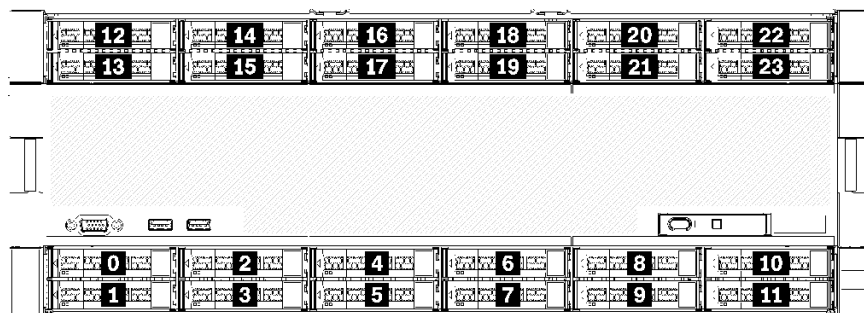

図5. ドライブ・ベイの位置
- 上から 2 台のドライブでは SAS、SATA、または NVMe インターフェース・ドライブがサポートされています (Lenovo AnyBay)。このサーバーは、サーバー構成に応じて最大 12 台の NVMe ドライブをサポートできます。17 ページの図 5「ドライブ・ベイの位置」に示されているように、NVMe 対応ドライブ・ベイは偶数のベイです。